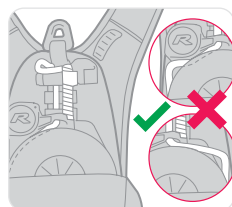

Figura 6
- Verifique se a linha de descida apresenta alguma folga entre o tambor e o suporte (consulte a Figura 6). Se a linha exibir algum sinal de folga, o Latchways PRD deve ser retirado de serviço e consulte a MSA ou um agente autorizados.